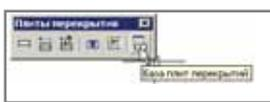

Рис. 7
- *База плит перекрытий* – просмотр элементов, содержащихся в базе программы (рис. 7).